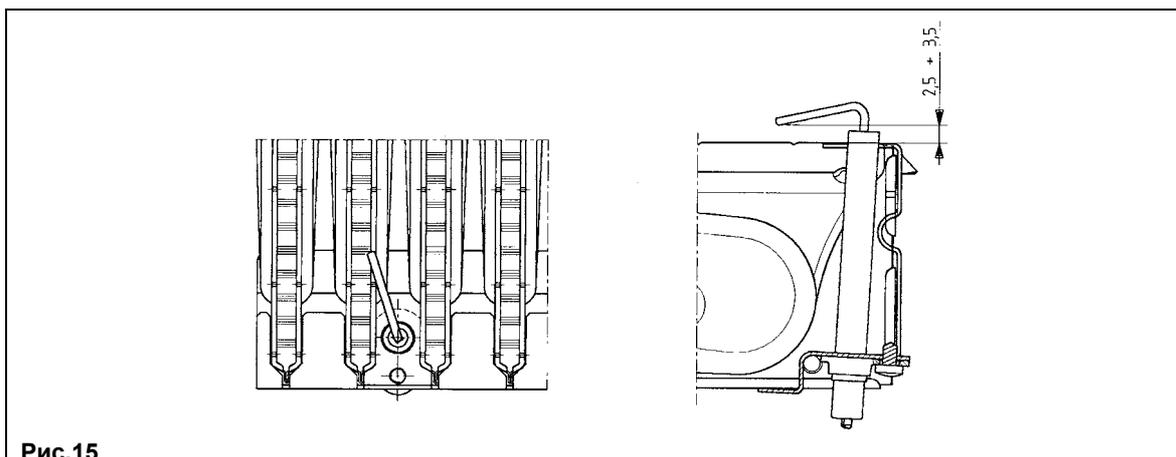

Рис.15
- открыть кран слива бойлера (Рис. 15);
Подсоедините гибкий шланг (входит в комплект поставки) к местам подсоединений **A** и **B** как показано на Рис. 15.